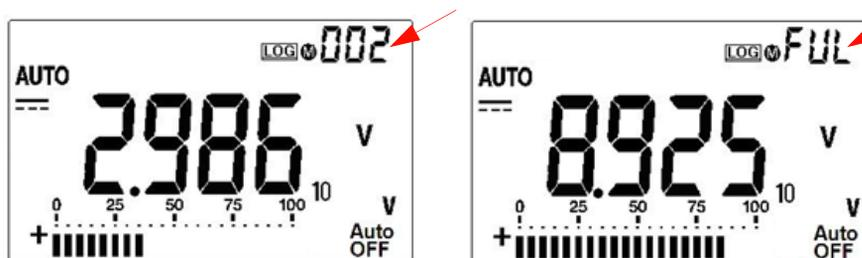

Figura 2-1 Visualizzazione della registrazione manuale
- 2 Premere di nuovo  (Log) per il valore successivo che si desidera salvare in memoria, vedere la Figura 2-1.